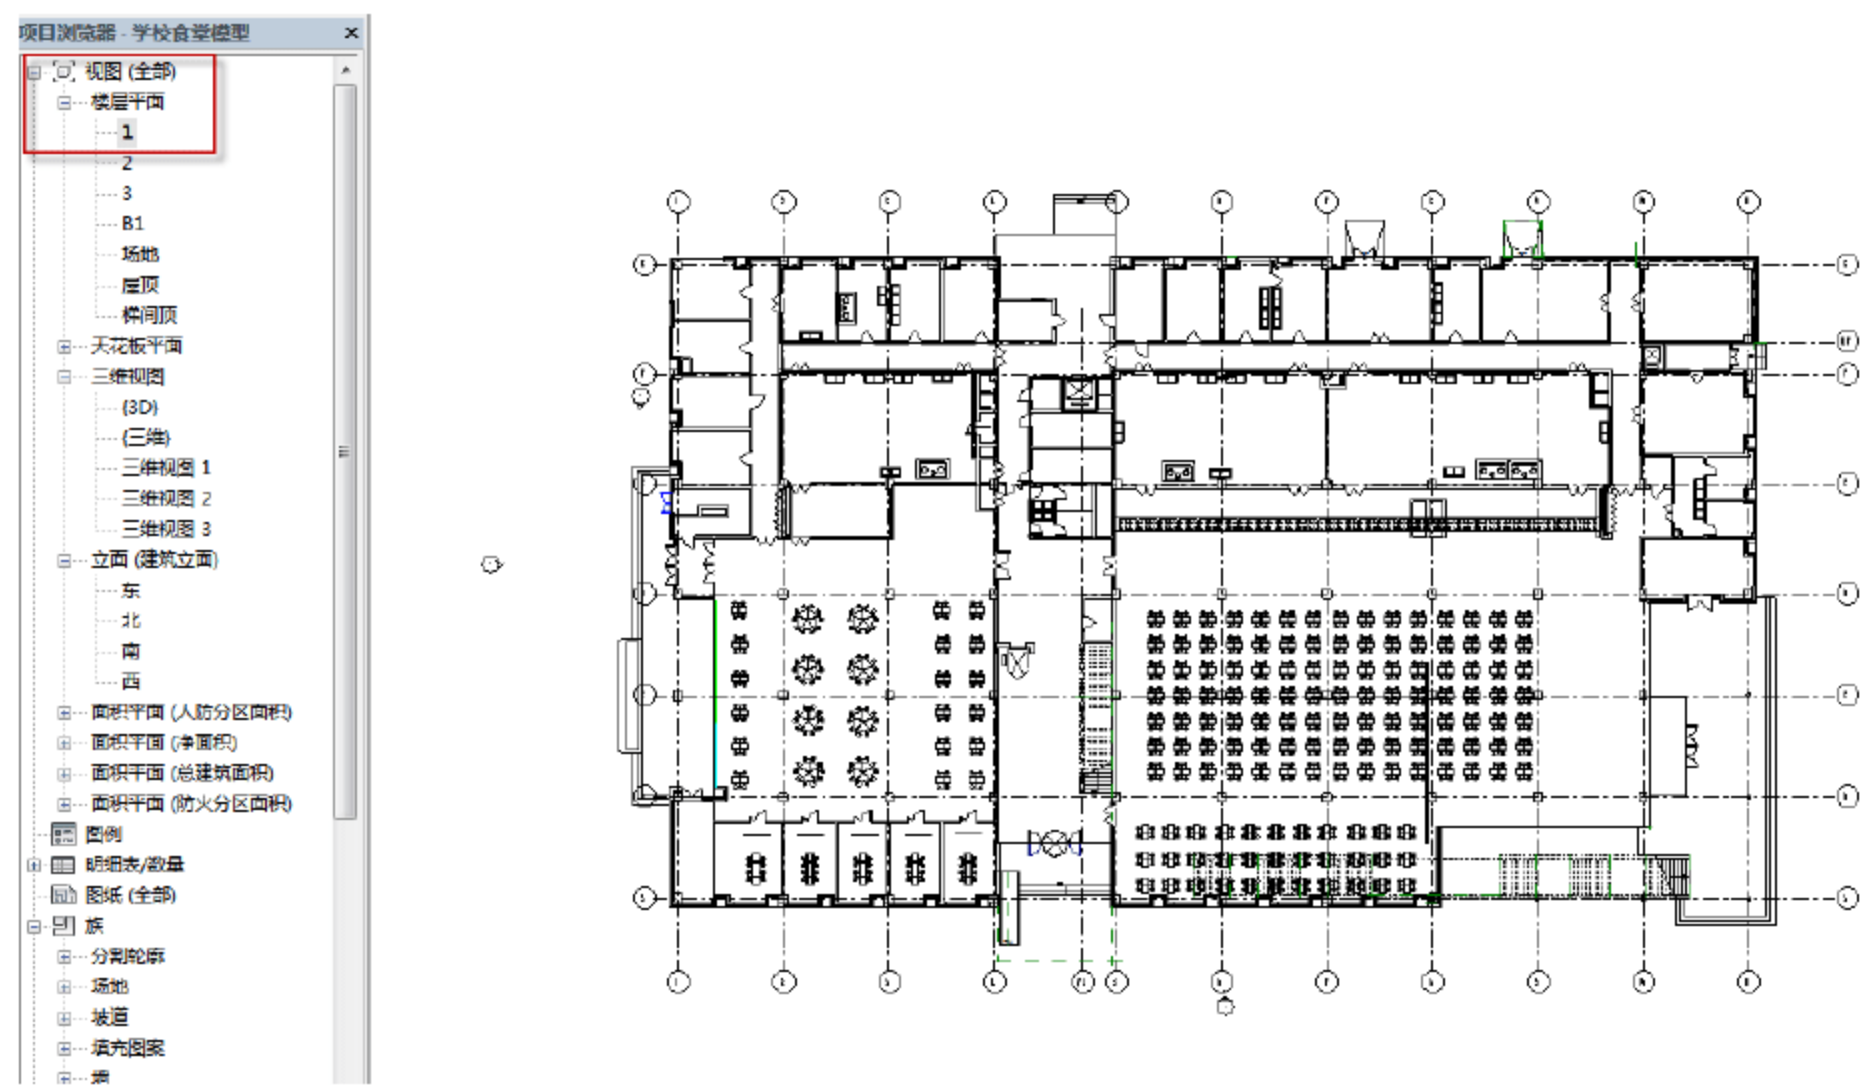

图 13.2.1 进入一层平面
(1) 进入首层平面。进入“项目浏览器”面板，选择“视图（全部）”→“结构平面”→“1”选项，即进入一层平面视图，如图 13.2.1 所示。